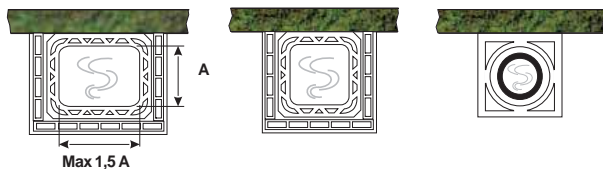
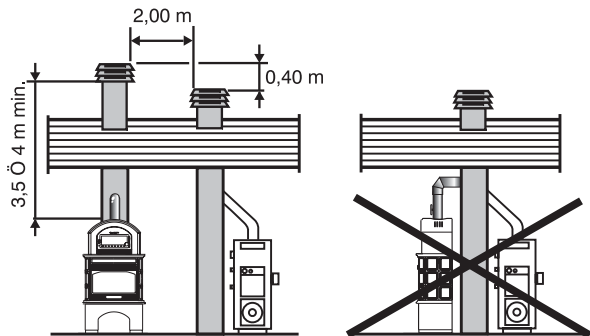

Fig. 5.2.1
Fig. 5.2.2
Il est conseillé d'utiliser des conduits de fumée isolés, réalisés en matériau réfractaire ou en acier inox à section circulaire, avec parois intérieures à surface lisse (Fig. 5.2.1). La section du conduit de fumée doit être constante sur toute sa hauteur. Une hauteur minimum de 3,5÷4 est conseillée (voir Fig.5.2.2). Il est préférable de prévoir, sous la bouche du canal de fumée, un compartiment pour recueillir les matériaux solides et l'éventuelle condensation. Les caractéristiques du conduit de fumée doivent être conformes aux normes UNI 9615, 9731 e UNI 10683. Les conduits de fumée DELABRES, construits avec des matériaux non adéquats (fibro-ciment, acier zingué, etc..) avec des surfaces intérieures rugueuses et poreuses) ne sont pas réglementaires et peuvent compromettre le bon fonctionnement du poêle.
- Afin d'éviter d'éventuels inconvénients pendant le tirage, chaque poêle doit avoir un conduit de fumée indépendant. S'il y a plusieurs cheminées sur le toit, il faudra que celles-ci se trouvent à au moins 2 mètres de distance l'une de l'autre et que la cheminée du poêle **DEPASSE** les autres d'au moins 40 cm (Fig.5.2.2). Si les cheminées sont proches les unes des autres, il faudra les séparer par des cloisons.
- Las dimensiones del **CAÑÓN DE HUMO** deben ser conformes con lo que está indicado en la ficha técnica. Es aconsejable usar cañones aislados en refractario o acero inoxidable, de sección circular, con las paredes interiores que tengan superficie lisa (Fig.5.2.1). La sección del cañón deberá ser constante a lo largo de su entera extensión. Se aconseja una altura mínima de 3,5÷4 m (ver Fig.5.2.2). Es oportuno prever, bajo la embocadura del canal de humo, una cámara de recolección para los materiales sólidos y la condensación eventual. Las características del cañón de humo deben ser conformes a lo que disponen las normas UNI 9615, 9731 y UNI 10683.
Si hubiera más chimeneas en el techo, es oportuno que las demás se hallen a 2 metros de distancia como mínimo y que la chimenea de la estufa sea por lo menos 40 cm **MÁS ALTA** que las otras (Fig.5.2.2). Si las chimeneas están muy cerca, se deben disponer